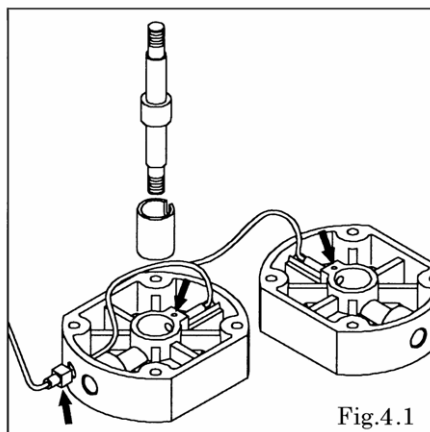

Fig.4.1
- ・ボディを外す。〔Fig.4.1〕
- ・ガイドを取り外す。〔Fig.4.1〕
- ・フィッティングを外す。〔Fig.4.1〕